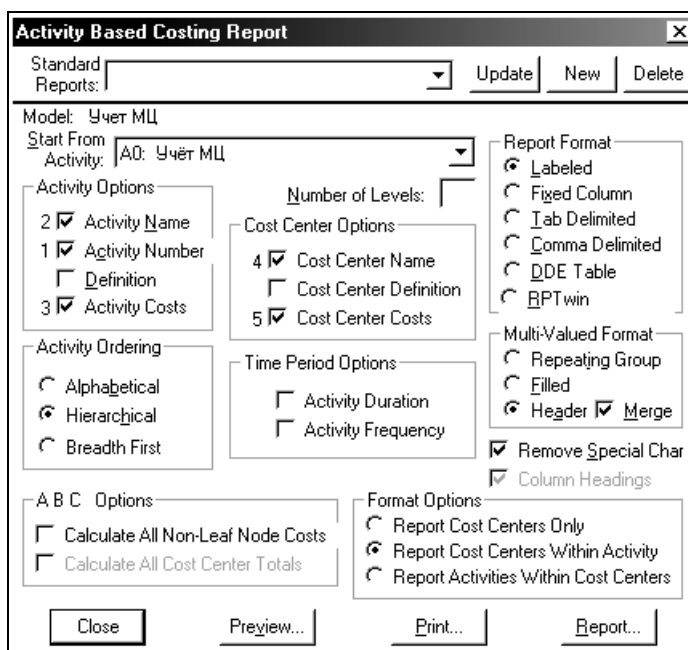

Рисунок 2.4 – Диалог создания отчета
4. Результаты стоимостного анализа наглядно представьте на специальном отчете Process Modeler (BPwin) – Activity Cost Report (меню Report/Activity Cost Report) (см. рисунок 2.4).